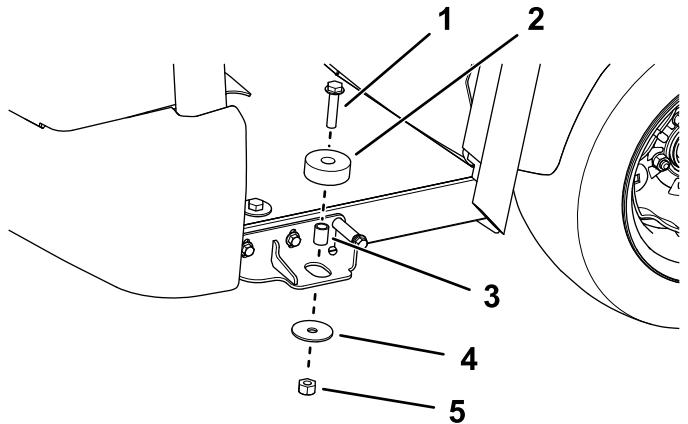

Figure 28
6. Fixez les 2 supports élastiques de chaque côté avec un boulon à embase (1/2" x 2 1/4"), une entretoise, une rondelle et un contre-écrou (Figure 28).